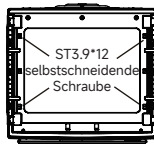

Abbildung 2
2. Entnehmen Sie vier ST3.9×12-Schrauben aus dem Zubehöropaket und befestigen Sie die Stapelhalterung an der oberen Abdeckplatte der Waschmaschine (Abbildung 2).